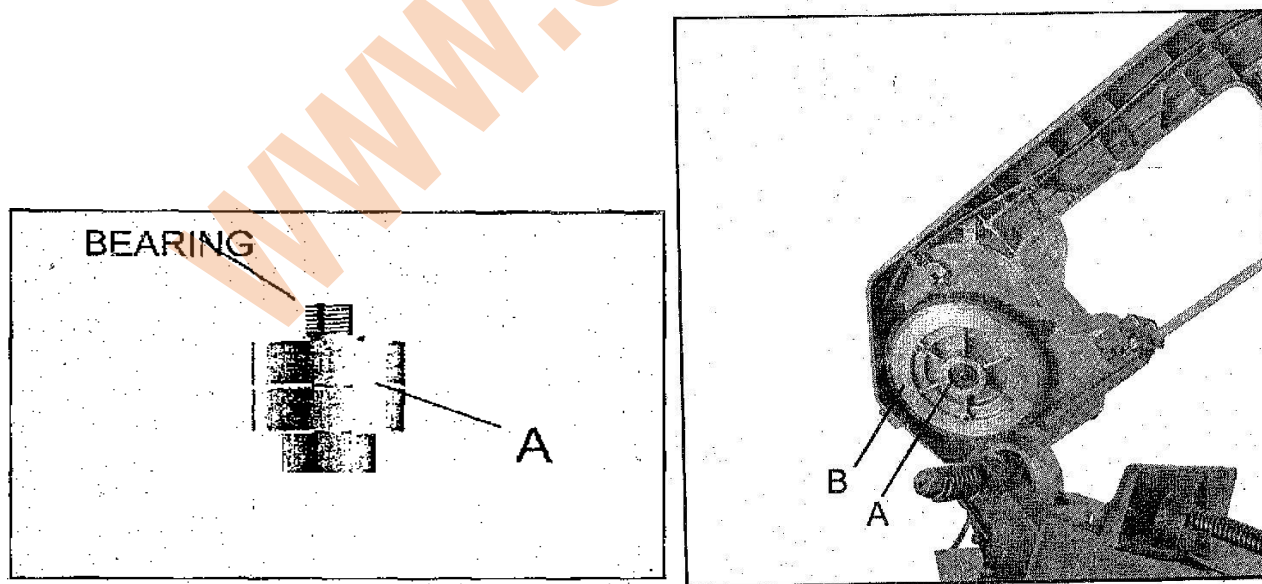

Рис. 6
1. Открутите гайку (А) Рис.6 при помощи 8мм шестигранным ключом.